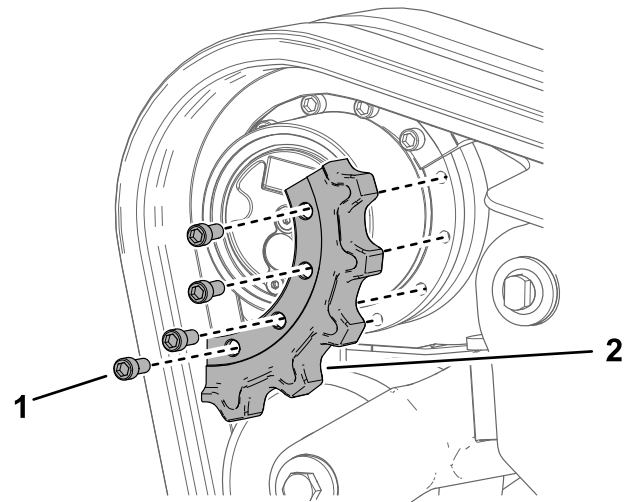

Figura 70
1. Tornillo (4)
12. Retire el segmento del piñón (Figura 70).
7. Aplique fijador de roscas a los pernos de uno de los segmentos del piñón de arrastre que retiró e instale el segmento del piñón (Figura 70). Apriete los pernos a 247–301 N·m (182–222 pies-libra).